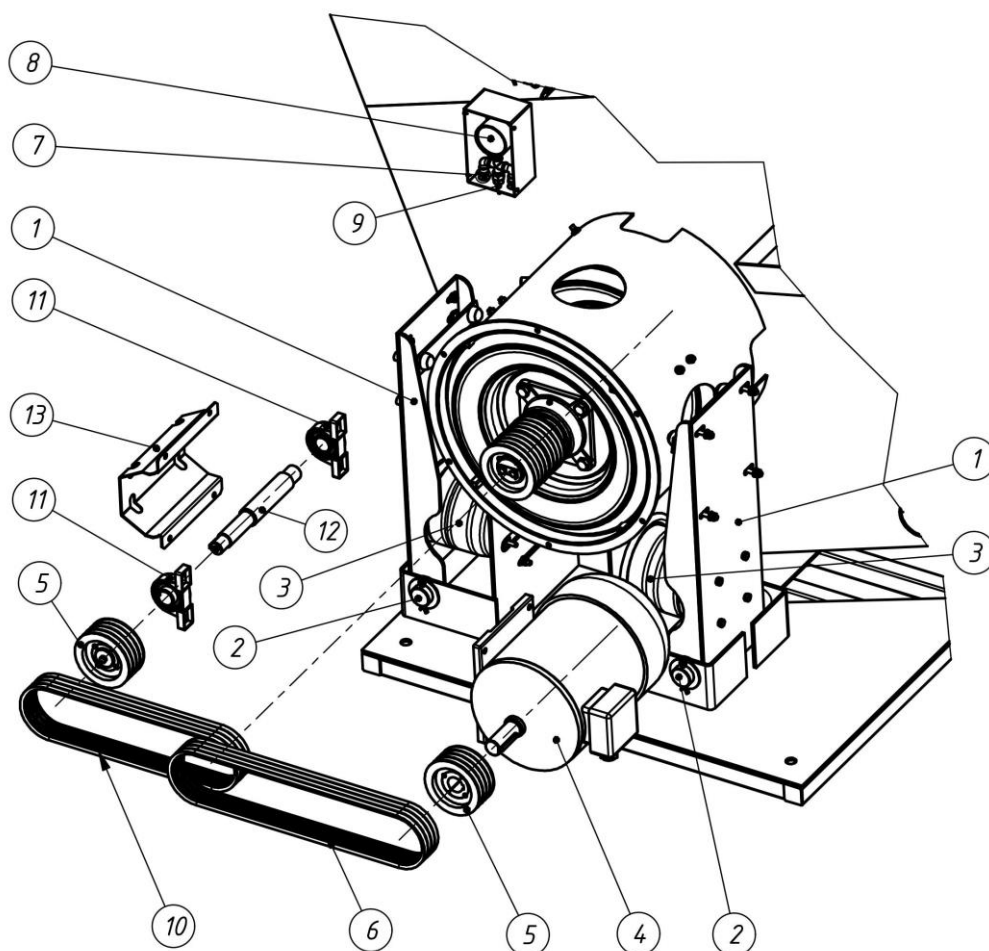

Рис.6
Адаптивная система натяжения ремней главного привода (АСНР) (Рис.6) состоит из: двигательных площадок (1), установленных на осях (2), пневмоамортизаторов (3), электродвигателя (4), ведущих шкивов (5), ремней клиноременной передачи (6) и (10), воздушных шлангов (7), манометра (8) для контроля давления воздуха в системе, ниппеля подкачки (9), подшипниковых опор УКР 210 Н (11), вала (12), кожуха (13).